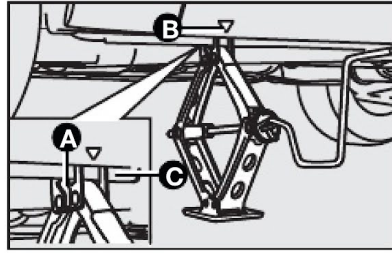

fig. 6
- Colocar o macaco onde está marcado o símbolo **B-fig. 6** ou **7** perto da roda a substituir e certificar-se de que a ranhura **A** do macaco esteja bem encaixada na longarina **C**.